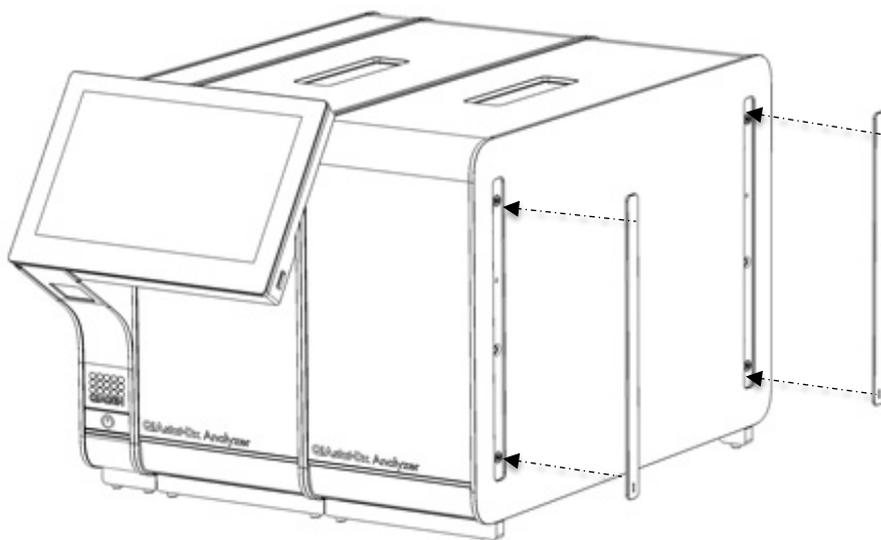

Figura 17. Recolocando as coberturas de proteção no Módulo analítico adicional.
5. Recoloque as coberturas de proteção na parte lateral do Módulo analítico adicional (Figura 17).